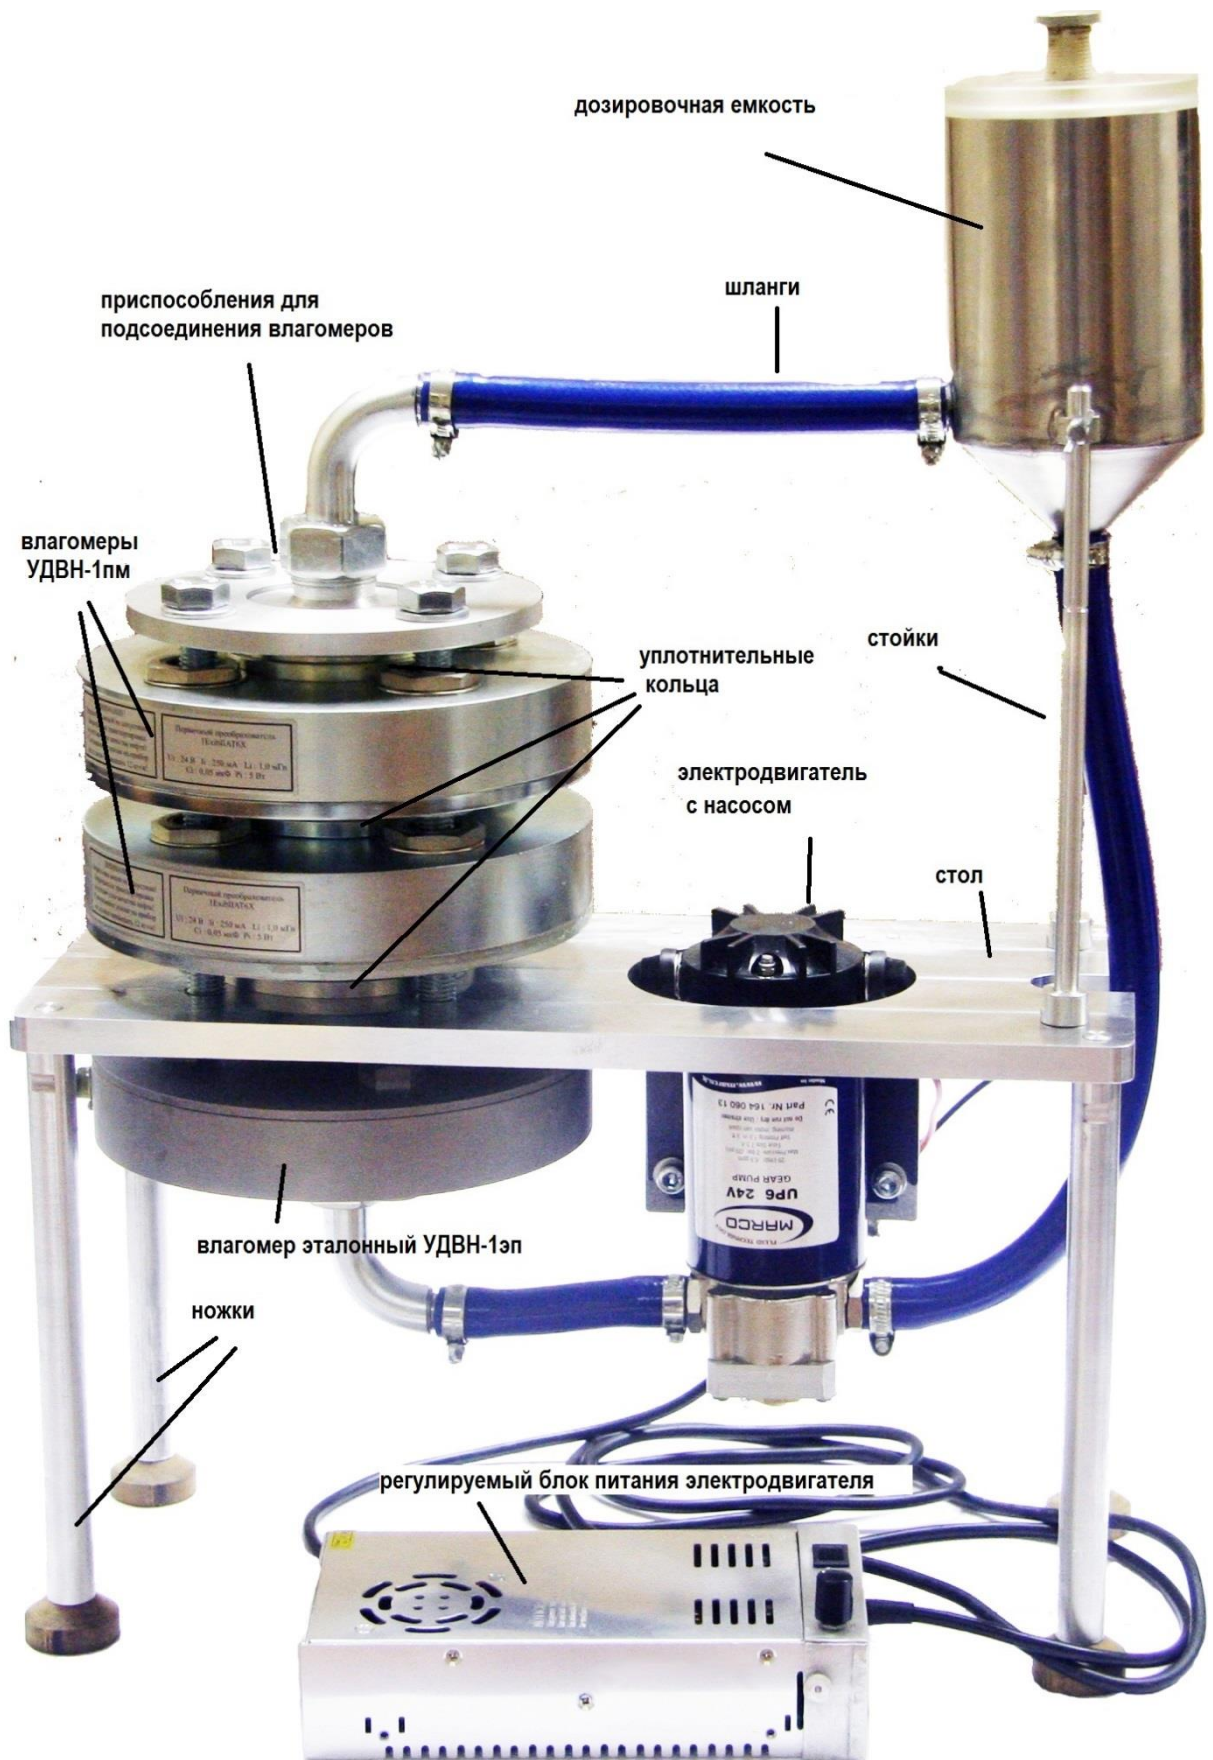

Рисунок 1 – Внешний вид установки калибровки влагомеров нефти УКВН-компакт
3.1. Установка представляет собой циркуляционную систему для водонефтяных смесей, закрепленную на металлической плите (рис.1). Шестеренчатый насос, приводимый в движение двигателем постоянного тока, служит диспергатором. Скорость вращения вала двигателя задается органами управления блока питания. Нефть и вода заливаются в циркуляционную систему через дозировочную емкость. После заполнения циркуляционной системы осушенной нефтью в первое время циркуляции воздушные пузырьки выгоняются в атмосферу в открытой дозировочной емкости.
4.3.1. Монтаж установки осуществляется в следующем порядке (см. рис.1):